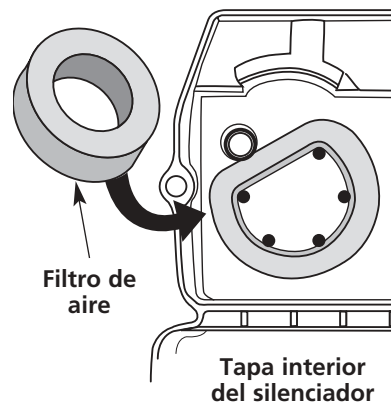

Fig. 22
2. Gire la tapa y ubique el filtro de aire adentro. Saque el filtro de aire de adentro de la tapa del filtro de aire / silenciador (Fig. 22).
6. Cambie el filtro de aire dentro de la tapa del filtro de aire / silenciador. (Fig. 22).